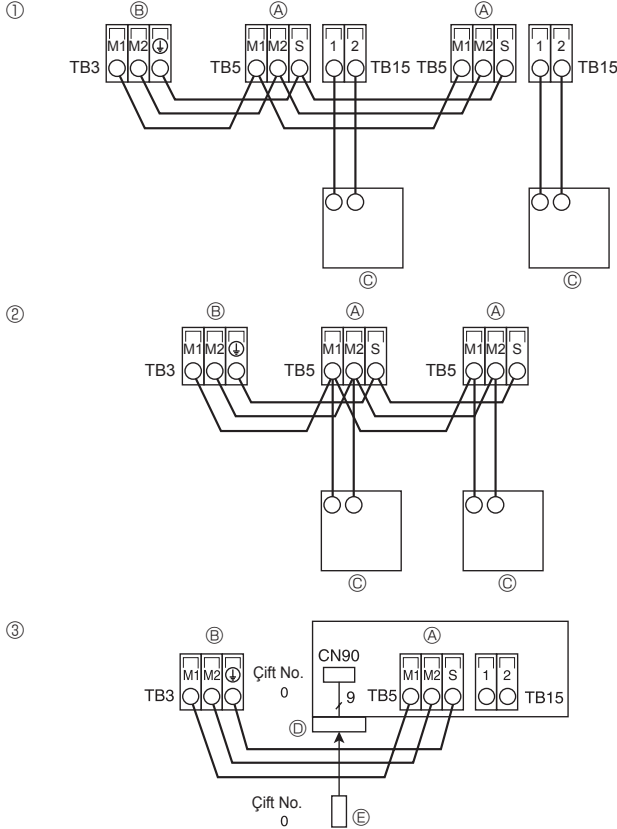

Fig. 5-9
5.5. Uzaktan kumanda ünitesi, iç ve dış iletim kablolarının bağlanması (Fig. 5-9)